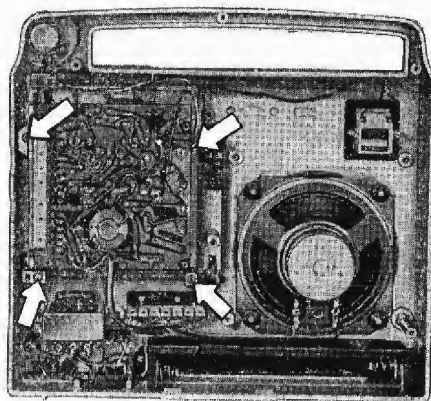

Fig. 2
**Se è necessario accedere alla parte meccanica** occorre svitare anche le viti indicate in Fig. 2, sfilare la spina a pettine a 7 contatti vicino al trasformatore, smontare il potenziometro di volume (la cui manopola è inserita a pressione sul perno) e staccare i fili di collegamento allo strumento di misura (attenzione a non invertirli nel rimontaggio).